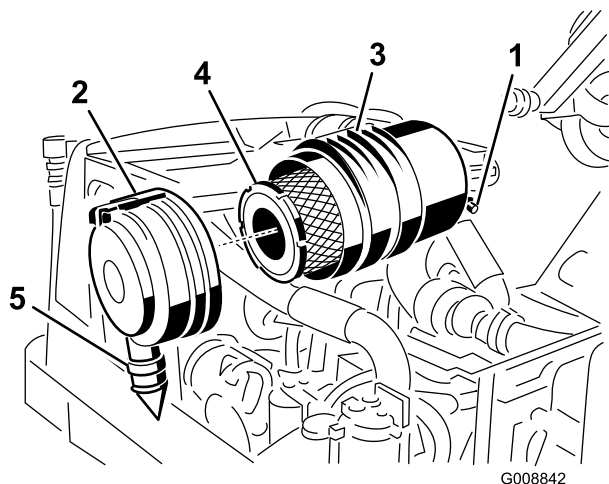
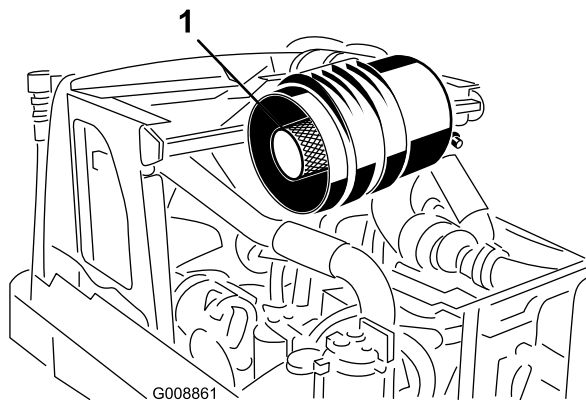

Figura 57
Figura 58
Revise el filtro del limpiador de aire únicamente cuando el indicador de mantenimiento (Figura 57) lo requiera. El cambiar el filtro antes de que sea necesario sólo aumenta la posibilidad de que entre suciedad en el motor al retirar el filtro.
1. Tire hacia fuera del enganche y gire la tapa del limpiador de aire en el sentido contrario a las agujas del reloj (Figura 57).
2. Retire el filtro primario (Figura 57). No se recomienda limpiar el elemento usado debido a la posibilidad de causar daños al medio filtrante. Asegúrese de que el filtro nuevo no ha sido dañado durante el transporte, comprobando el extremo sellante del filtro y la carcasa. No utilice el elemento si está dañado. **No** retire el filtro de seguridad (Figura 58).
Importante: No intente nunca limpiar el filtro de seguridad (Figura 58). Sustituya el filtro de seguridad por uno nuevo después de cada tres lavados del filtro primario.
3. Cambie el filtro primario (Figura 57).
6. Instale la tapa orientando la válvula de salida de goma (Figura 57) hacia abajo – aproximadamente entre las 5:00 y las 7:00, visto desde el extremo. Cierre el enganche.